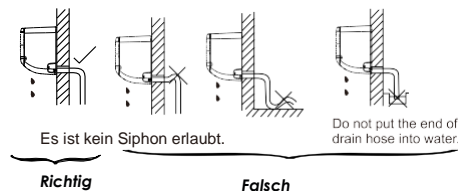

Abb. 6
1. Schließen Sie den Ablaufschlauch wie in Abb. 6 beschrieben an. Der Ablaufschlauch sollte abwärts geneigt sein.